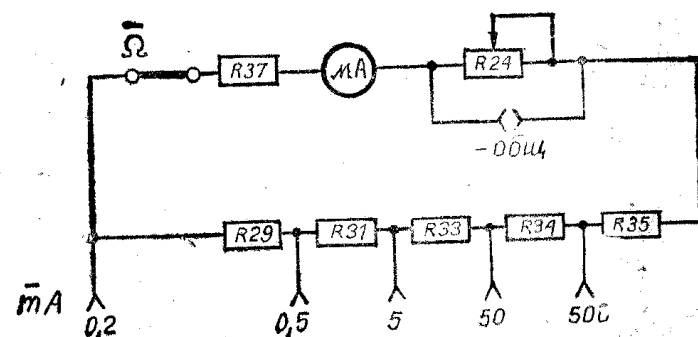

Рис. 2.
3. 2. Измерительная цепь миллиамперметра постоянного тока (рис. 2)